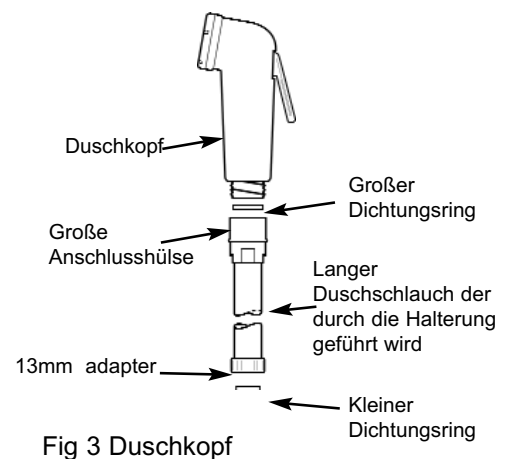

Fig 3 Duschkopf
1. Setzen Sie den großen Dichtungsring in die Anschlusshülse am Schlauch und dichten Sie sie fest mit dem Duschkopf ab (Siehe Abbildung 3)